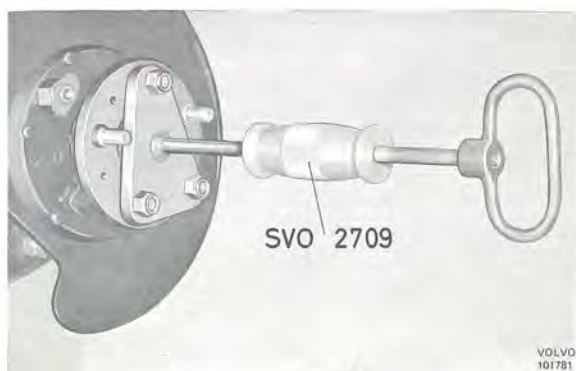

Bild 20. Demontering av drivaxel
4. Lossa skruvarna för bromssköld och -hållare. Dessa lossas genom hål i drivaxelflänsen. Vrid bromsskölden bakåt så att handbromskonsolen går fri från flänsen på kåpan. Dra ut drivaxeln med avdragare SVO 2709, se bild 20.
3. Lossa skruvarna för tryckbrickan. Dessa lossas genom hål i drivaxelflänsen. Dra ut drivaxeln med avdragare SVO 2709, se bild 20.
Lossa skruvarna för bromssköldar och -hållare. De lossas genom hål i drivaxelflänsarna. Dra ut drivaxlarna med avdragare SVO 2709, se bild 20.